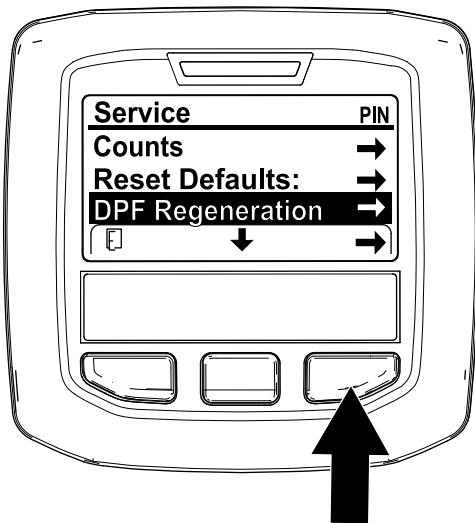

Рисунок 33
- Перейдите к меню Service (Техобслуживание), нажмите среднюю кнопку для прокрутки вниз к опции DPF REGENERATION (РЕГЕНЕРАЦИЯ DPF) (Рисунок 33).
- Нажмите правую кнопку для выбора позиции DPF Regeneration (Регенерация DPF) (Рисунок 33).